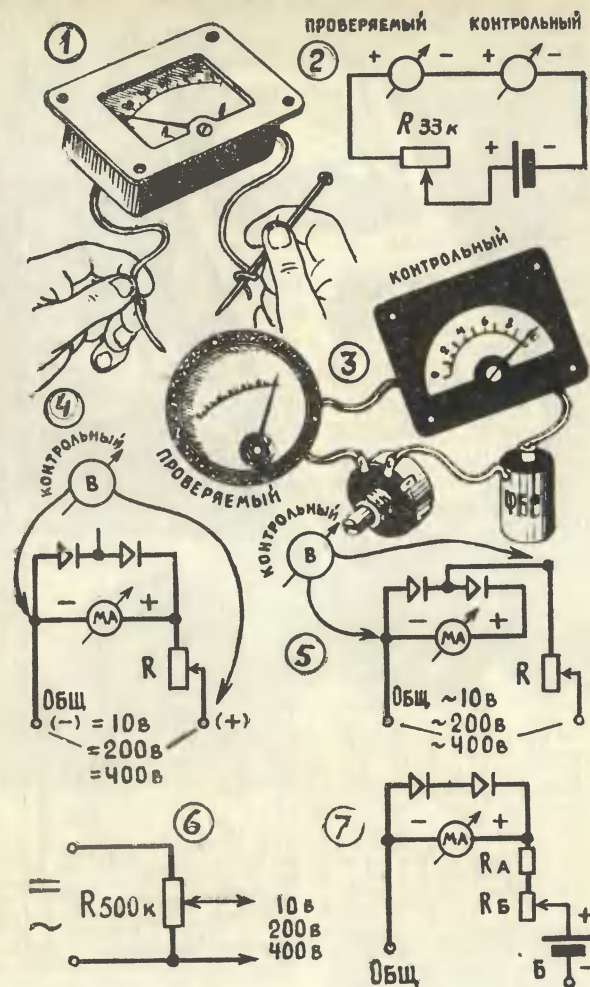
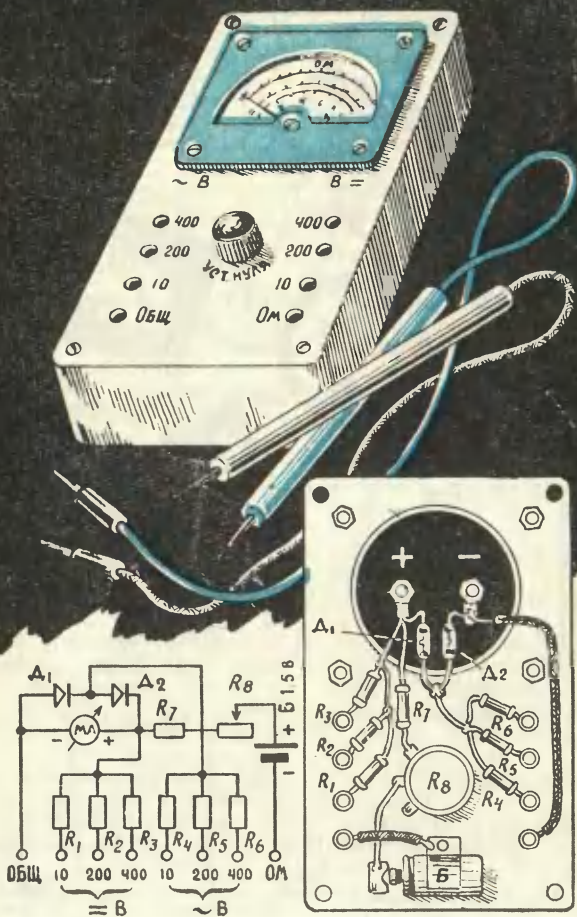

Рис. 4.
Рис. 5.
Как проверить чувствительность стрелочного прибора, если токовый предел у него не указан? Ориентировочно это можно проделать простым способом [рис. 4 (1)]. Возьмите в одну руку один вывод (—) прибора, а к другому прикоснитесь стальным гвоздем. Если стрелка отклонится от нуля, то испытываемый прибор имеет высокую чувствительность (100—500 мка). Это микроамперметр. Более грубые приборы — миллиамперметры — не поддаются подобной проверке, их стрелки остаются неподвижными.
Более точно определить чувствительность можно контрольным прибором [рис. 4 (2)], например школьным авометром.
Проверяемый и контрольный приборы включают так, как показано на схеме [рис. 4 (3)]. С помощью потенциометра  $R$  в цепи устанавливается такой ток, при котором стрелка проверяемого прибора отклонится
Чтобы определить величины гасящих сопротивлений для вольтметра, надо иметь источник постоянного и переменного напряжений и контрольный вольтметр. Источником напряжения может быть выпрямитель радиовещательного приемника. Величину его напряжения можно регулировать потенциометром [рис. 4 (6)].
Зашунтируйте миллиамперметр любыми однотипными диодами, например типа ДЦГ-7 [рис. 4 (4)]. Включите последовательно с прибором переменное сопротивление  $R$  100 ком и подключите прибор к источнику постоянного напряжения. Проверьте контрольным вольтметром напряжение на выходе источника. Оно должно быть равно 10 в. Изменяя величину сопротивления  $R_1$  (см. рис. 5), установите стрелку прибора на конец шкалы. Сняв питание, измерьте величину сопротивления и замените его постоянным. Аналогичным образом подбирают сопротивления  $R_2$  и  $R_3$ , подавая на прибор напряжения 200 и 400 в. Их величина будет значительно больше.
Подобрав сопротивления для шкал постоянного тока, приступайте к подгонке сопротивлений на шкалах переменного тока. В этом случае схема имеет другой вид [рис. 4 (5)], и на нее надо подавать уже не постоянные, а переменные напряжения.
С потенциометра [рис. 4 (6)] на вольтметр постоянного тока надо подать напряжения 1, 2, 3, 4, 5, 6, 7, 8, 9 и 10 в, а показания стрелки зафиксировать
на шкале остро отточенным карандашом. Таким же способом калибруют шкалу переменного тока. Затем собирают схему омметра [рис. 4 (7)]. Переменное сопротивление в схеме имеет величину 10—20 ком. Установите движок потенциометра в среднее положение, замкните между собой выводы